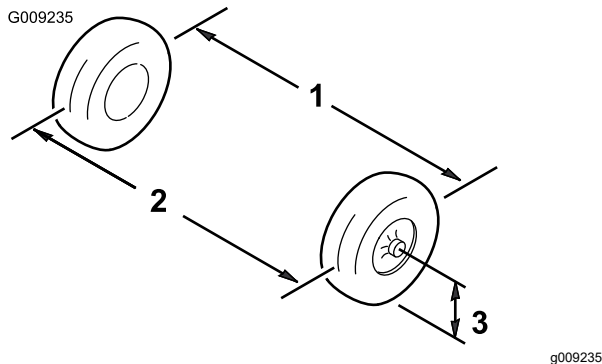

**Figure 81**
5. Mesurez la distance entre les roues avant à hauteur d'essieu, à l'avant et à l'arrière des roues (Figure 81).